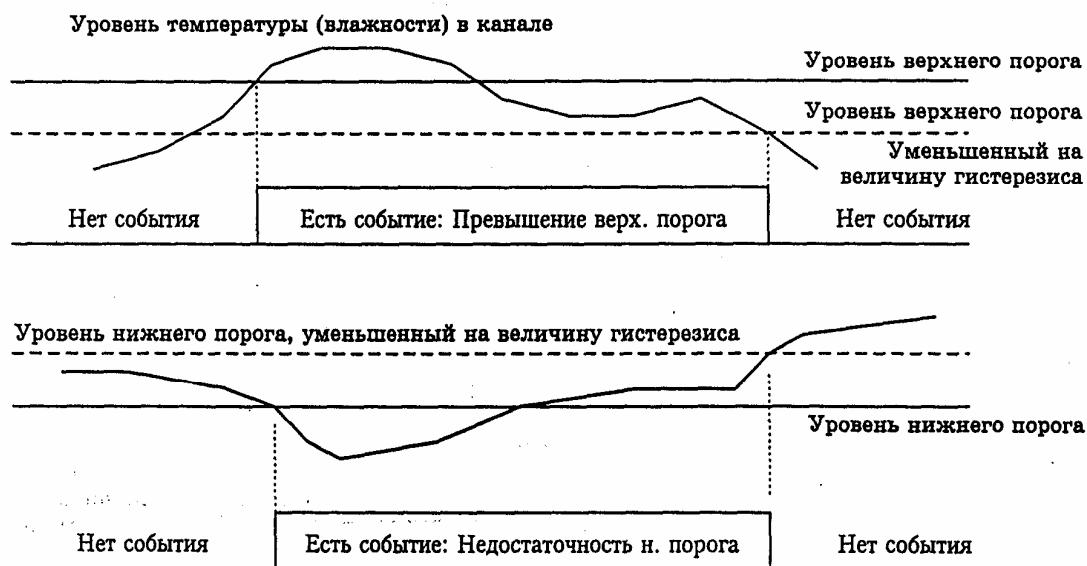

Рис. 3 Пояснение работы системы управления с зоной гистерезиса
3.3.3. Одно нажатие кнопки “Режим” – попадаем в режим “Установки порогов”. При этом на индикаторе появляется буква “П”. В режиме “Установки порогов” прибор позволяет установить для каждого параметра в каждом канале два пороговых значения - верхнее (верхний порог) и нижнее (нижний порог). Пороги - это верхняя и нижняя границы допустимого изменения соответствующей величины в соответствующем канале. При превышении параметром верхнего порога или снижении ниже нижнего порога в любом из незамаскированных каналов прибор обнаруживает это событие, переходит к отображению “аварийного” канала и выдает звуковой сигнал. Общее число возможных событий в приборе - 8 каналов x 2 параметра x 2 порога = 32. На любые 16 (32) из этих событий может быть назначено переключение соответствующей одной из 16 (32) линий управления. В данном режиме также устанавливаются значение ширины зоны регулирования (гистерезиса) для каждого порога. Наличие зоны гистерезиса необходимо для четкого (без дребезга) срабатывания линий управления (см. рис.3).